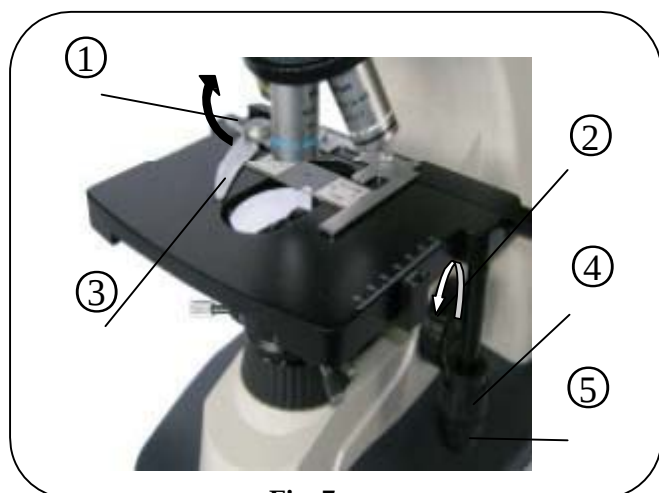

Fig. 7.
2. Colocación de la muestra Fig. 7